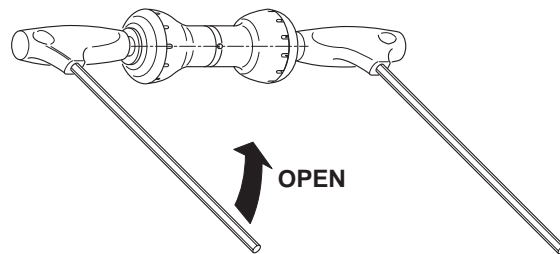
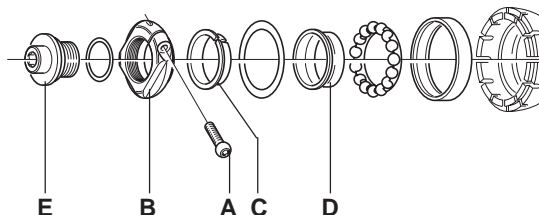
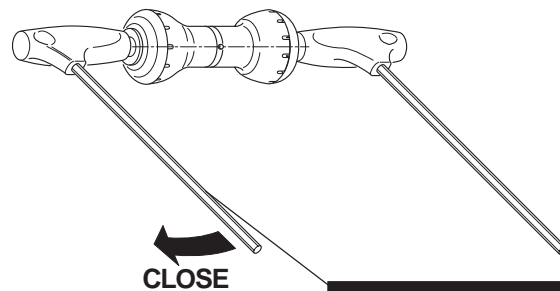

Fig. 77
Fig. 78
Fig. 79
- Svitare il dado di bloccaggio (E - Fig. 78) con la chiave a brugola da 5mm inserita a fondo e contrastando la rotazione del perno con l'altra chiave a brugola inserita a fondo nell'estremità opposta del perno (Fig. 77).
- Allentate di 3 giri la vite (A) con la chiave a brugola da 2.5 mm inserita a fondo, svitate e rimuovete la ghiera (B).
- Premete il perno verso il corpo mozzo, rimuovete l'anello (C), il cono (D), estraete il perno dal mozzo, rimuovete le guarnizioni (prestando attenzione a non rovinarle) e i cuscinetti a sfere.
- Stringete il dado di bloccaggio (E) con una coppia di serraggio di 12 N.m. - 8.8 lb.ft. (Fig. 79).
- Unscrew the locking nut (E - Fig. 78) with a fully inserted 5 mm Allen wrench; counter the rotation of the axle with another Allen wrench fully inserted on the opposite end of the axle itself (Fig. 77).
- Slacken screw (A) three (3) turns with a fully inserted 2.5 mm Allen wrench; unscrew and remove the lockring (B).
- Push the axle towards the hub body, remove ring (C), cone (D), slide the axle out of the hub, remove the gaskets (taking care not to damage them) and the ball bearings.
- Tighten the locking nut (E) to a torque of 12 N.m. - 8.8 lb.ft (Fig. 79).
- Die Führungsbuchse des Schnellspanners (E, Abb. 78) mit dem tief eingeführten 5 mm Inbusschlüssel lockern. Dabei der Rotation der Achse mit einem zweiten Inbusschlüssel entgegenwirken, der auf der anderen Seite der Achse tief eingeführt wird (Abb. 77).
- Mit dem tief eingeführten 2,5 mm Inbusschlüssel die Schraube (A) mit 3 Drehungen lockern, den Ring (C) sowie den Konus (D) abnehmen, die Achse aus der Nabe ziehen, die Dichtungen (darauf achten, diese nicht zu beschädigen) und die Kugellager entfernen.
- Die Führungsbuchse des Schnellspanners (E) mit einem Drehmomente von 12 N.n. - 8.8 lb.ft. (Abb. 79) anziehen.
- Dévissez l'écrou de blocage (E - Fig. 78) avec la clé à six pans de 5mm insérée à fond et en empêchant la rotation de l'axe avec l'autre clé à six pans insérée à fond dans l'extrémité opposée de l'axe (Fig. 77).
- Desserrez de 3 tours la vis (A) avec la clé à six pans de 2.5 mm insérée à fond, dévissez et enlevez la bague (B).
- Appuyez l'axe vers le corps moyeu, enlevez la bague (C), le cône (D), extrayez l'axe du moyeu, enlevez les joints (en veillant à ne pas les abîmer) et les roulements à billes.
- Serrez l'écrou de blocage (E) avec un couple de serrage de 12 N.m. - 8.8 lb.ft. (Fig. 79).
- Desenroscar la tuerca de bloqueo (E - Fig. 78) con la llave hexagonal de 5mm metida hasta el fondo y obstaculizar la rotación del eje con la otra llave hexagonal metida hasta el fondo en el extremo contrario del eje (Fig. 77).
- Aflojar el tornillo con 3 giros (A) con la llave hexagonal de 2.5 mm metida hasta el fondo, desatornillar y quitar la virola (B).
- Apretar el eje hacia el cuerpo del buje, desmontar el anillo (C), el cono (D), extraer el eje del buje, quitar las juntas (con cuidado, para no estropearlas) y los cojinetes de bolas.
- Apretar la tuerca de bloqueo (E) con par de torsión de 12 N.m. - 8.8 lb.ft. (Fig. 79).
- Draai de borgmoer (E -fig. 78) los met een 5 mm imbussleutel; hou de as vast met een andere imbussleutel aan het andere einde van de as (fig. 77).
- Langzaam schroef (A) 3 slagen losdraaien met een 2.5 mm imbussleutel; draai de borgmoer los en verwijder hem (B).
- Druk de as door de naafbody, verwijder ring, conus (D), haal de as uit de naaf, verwijder de pakking (let op voor beschadiging) en de kogellagers.
- Draai de borgmoer (E) vast met een kopel van 12 Nm (fig. 79).